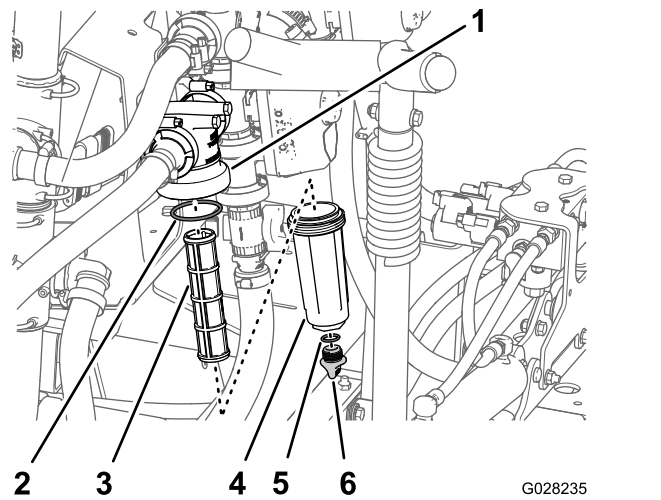

Figure 101
3. Tournez le bouchon de vidange dans le sens antihoraire et déposez-le de la cuvette du filtre sous pression (Figure 101).
4. Tournez la cuvette dans le sens antihoraire et déposez-la de la tête du filtre (Figure 101).
5. Retirez l'élément du filtre sous pression usagé (Figure 101).
6. Contrôlez l'état et l'usure du joint torique du bouchon de vidange (à l'intérieur de la cuvette) et du joint torique de la cuvette (à l'intérieur de la tête du filtre) (Figure 101).
7. Montez le nouvel élément filtrant dans la tête du filtre sous pression (Figure 101).
8. Vissez la cuvette sur la tête du filtre et serrez-la à la main (Figure 101).
9. Vissez le bouchon sur la cuvette à la main (Figure 101).
2. Placez un bac de vidange sous le filtre sous pression (Figure 101).